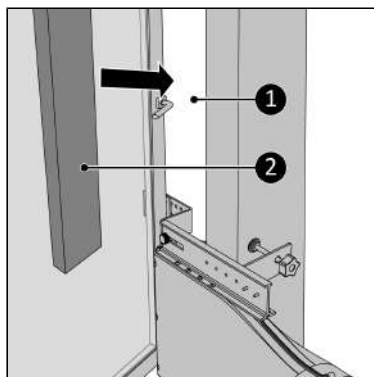

Figuur 31.
15. Draai de klem Schroef voorzichtig tegen het vaste gedeelte van het raamkozijn aan (Figuur 31, pos. 1).